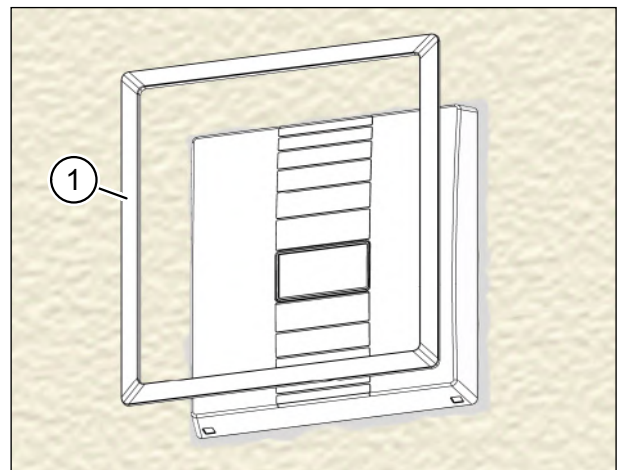

Abb. 33: Blendrahmen aufsetzen
- ▶ Schieben Sie den Blendrahmen (Pos. 1 in Abb. 33) über das installierte Lüftungsgerät, bis er an der Innenwand anliegt.